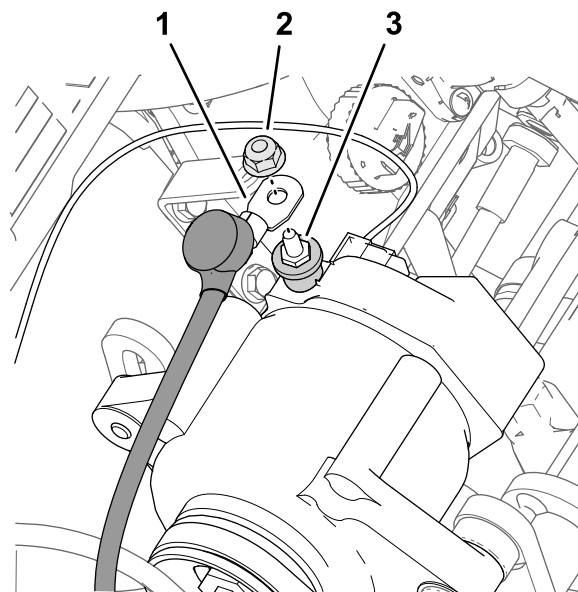

图 185
3. 卸下交流发电机接线柱上的螺母图 185。
4. 用螺母将红色的 6 号交流发电机线缆连接到交流发电机50A的接线柱上图 185。
7. 取下交流发电机接线柱上的绝缘盖图 185。